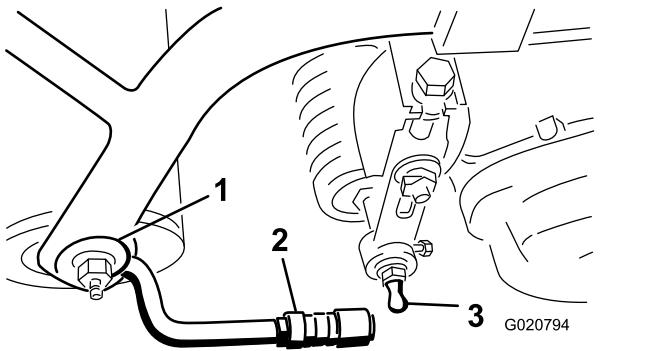

図 8
3. スリーブをボールジョイントの位置まで引き戻し、レシーバーをカッティングユニットのボールスタッドに引っ掛ける。スリーブから手を離すとスタッドとジョイントが結合・ロックする図8。